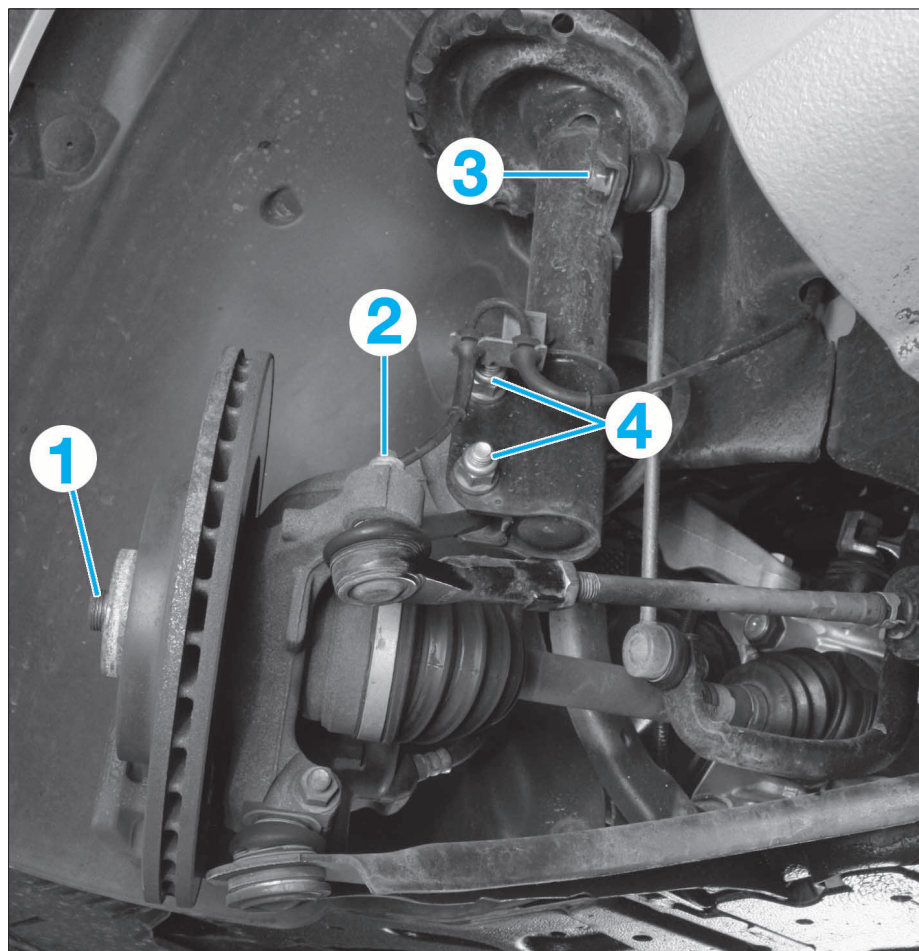

FIG. 1
- Procéder à la vidange de la boîte de vitesses (voir Fig.1 ou 2 au chapitre "Boîtes de vitesses").
- À l'aide d'un outil approprié (Renault Rou. 604-01), immobiliser en rotation le moyeu puis déposer l'écrou de transmission (1) (Fig.1).